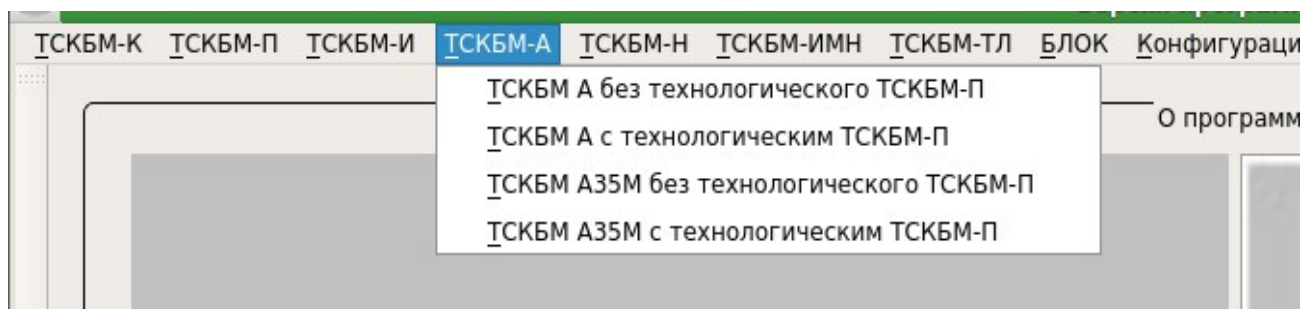

Рисунок 2.4.8.2 – Выбор ТСКБМ-А в меню испытаний программы Board
1) В меню **Испытания** программы Board откройте пункт \ **ТСКБМ-А**, см. рисунок 2.4.8.2.